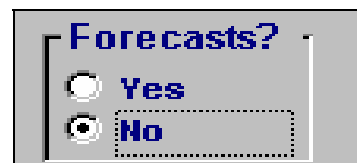

Figure 8-7 — Options Forecast
4. Cliquez sur le champ No (voir Figure 8-7).